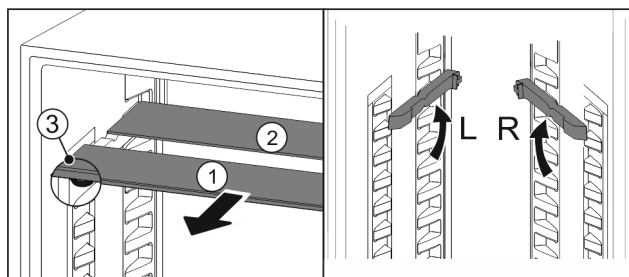

Fig. 35
- ▶ Extrageți Fig. 35 (1) pe rând plăcile de sticlă spre înainte.
- ▷ Placa de sticlă Fig. 35 (1) cu șipca decorativă se află în față.
- ▷ Opritoarele Fig. 35 (3) indică în jos.